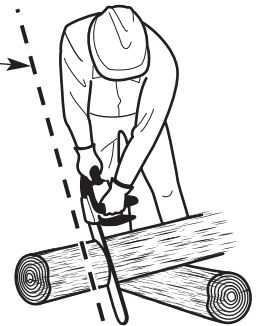
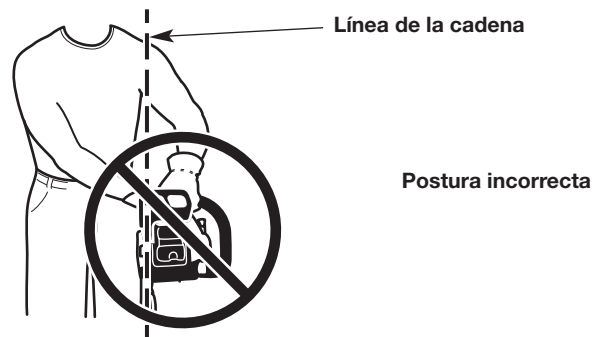

Fig. 10
Fig. 11
**ADVERTENCIA:** Utilice siempre estos lugares para las manos que se especifican a continuación independientemente de que el operador sea diestro o zurdo. Esto ayudará a mantener al operador levemente hacia la izquierda de la unidad y fuera de la línea directa de la cadena de la sierra en caso de que se produzca un contragolpe (Fig. 10 y Fig. 11). Mantenga siempre todas las partes del cuerpo a la izquierda de la línea de la cadena.